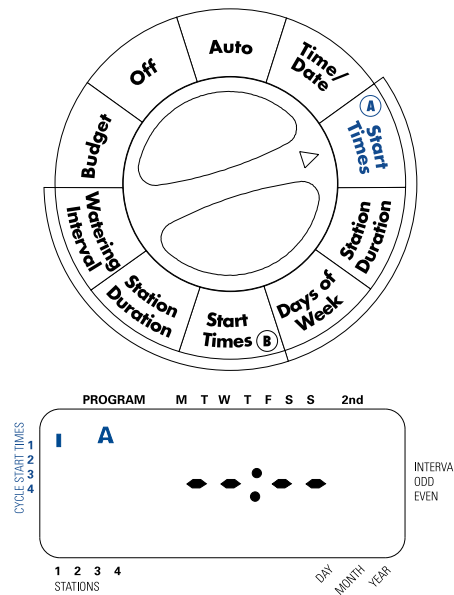

Abbildung 3: LCD-Anzeige mit Startzeit
- Den Drehschalter auf die Stellung **CYCLE START TIMES (ZYKLUSSTARTZEITEN)** in „Programm A“ einstellen. In der Anzeige erscheint ein „A“, und ein Cursor blinkt bei „Zyklusstartzeit 1“ (auf der linken Seite der LCD-Anzeige). Ist dies nicht der Fall, die Taste **NEXT (WEITER)** drücken, bis der Cursor bei „Cycle Start Time 1“ (Zyklusstartzeit 1) steht. [Siehe Abbildung 3]